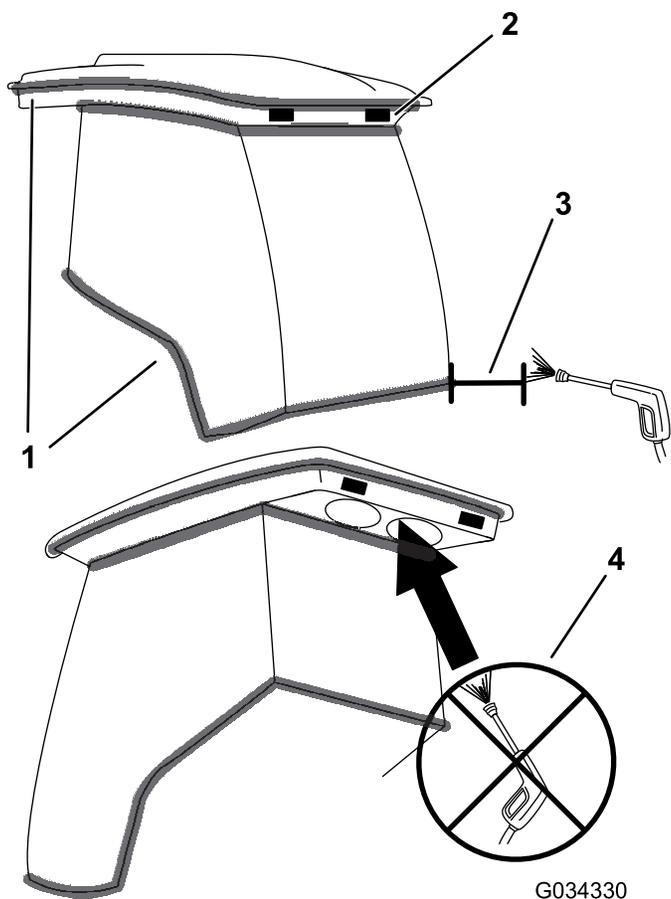

Figura 24
**Importante:** Tenha cuidado em torno dos vedantes da cabina e das luzes (Figura 24). Se utilizar uma máquina de pressão de água, mantenha a vareta de lavagem a, pelo menos, 0,6 m da máquina. Não utilize a máquina de pressão de água diretamente nos vedantes da cabina e das luzes ou sob a consola traseira.